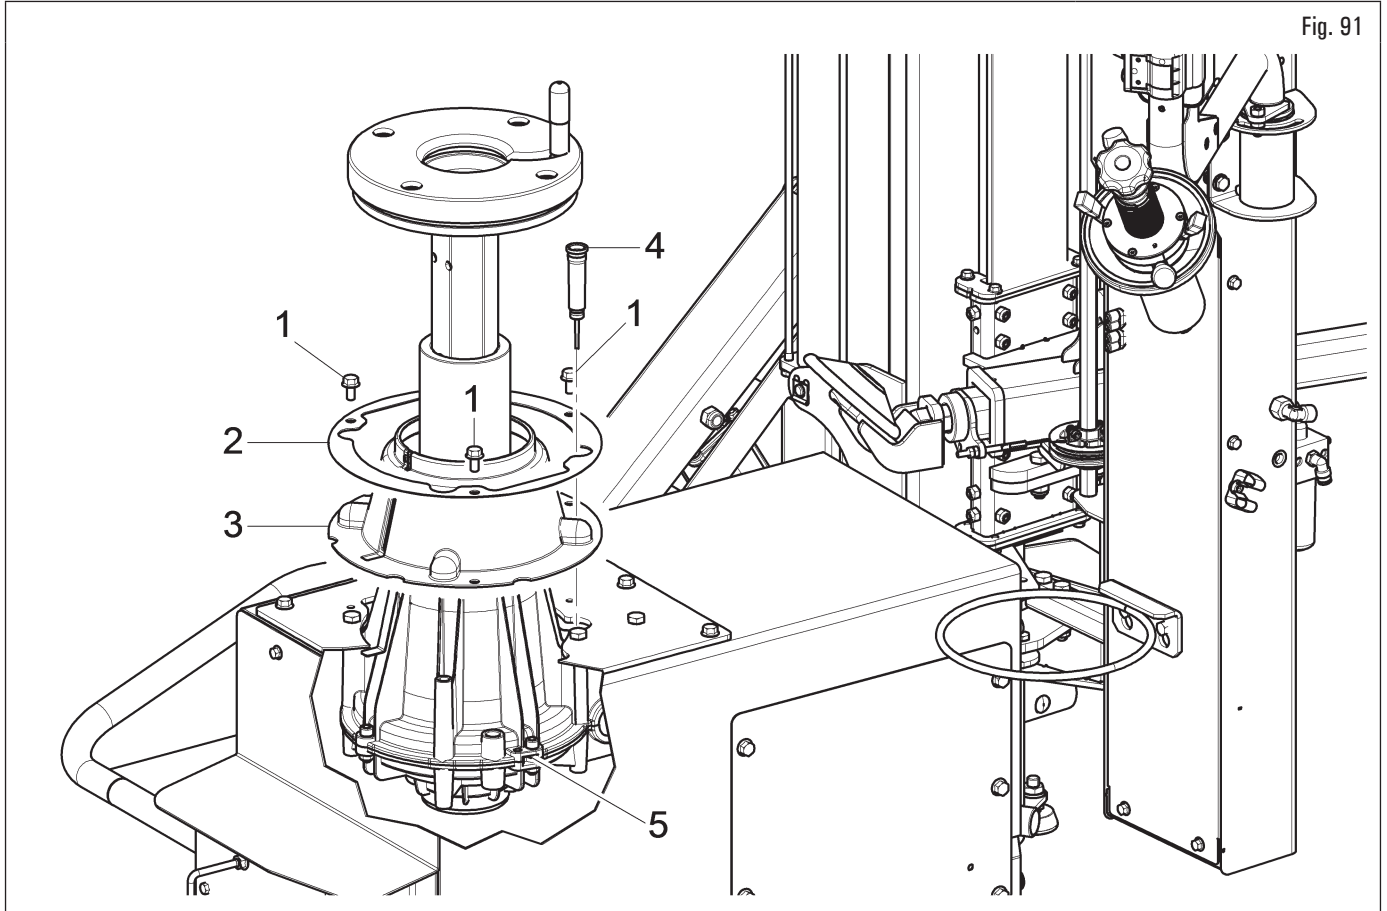

Fig. 91
- Periódicamente (al menos cada 100 horas de trabajo) controlar el nivel de lubricante en el reductor (Fig. 91 ref. 5). Esta operación se realiza destornillando los tornillos (Fig. 91 ref. 1), quitando la brida (Fig. 91 ref. 2), el cárter (Fig. 91 ref. 3) y el tapón (Fig. 91 ref. 4) que está en el reductor.